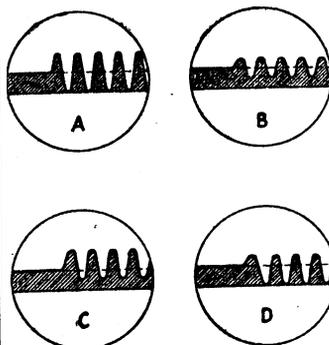

Figure 9
a) Figure 9 A : modulation linéaire, parfaite, et à une profondeur de 100 % ; la portion de gauche représente la porteuse en l'absence de modulation (pour comparaison).
b) Figure 9 B : modulation linéaire, mais insuffisamment profonde (taux voisin de 50 % sur le dessin).
c) Figure 9 C : modulation non linéaire ; crêtes positives plus importantes que les crêtes négatives.
d) Figure 9 D : modulation non linéaire ; crêtes négatives plus importantes que les crêtes positives.
Ce même défaut (fig. 9 D) s'observe lorsque l'on module un tube pentode uniquement par l'anode ; remède ; modulation simultanée de l'anode et de l'écran.